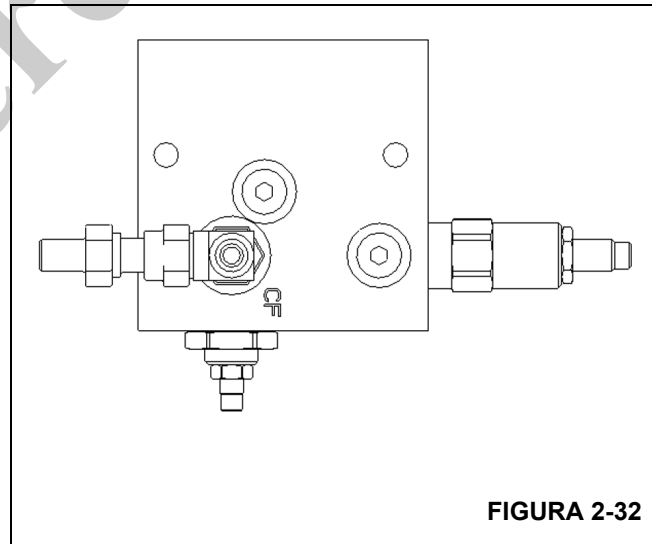

FIGURA 2-32
1. Conecte el manómetro al conector de desconexión rápida en la lumbrera CF Figura 2-32. Asegúrese que la máquina está a temperatura de funcionamiento, luego desenchufe el solenoide de la válvula del enfriador de aceite (ubicado cerca del motor del ventilador del enfriador de aceite) para asegurar que el ventilador está funcionando a plena velocidad.